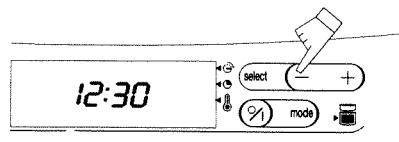

Fig. 2
2. Appuyez sur les touches (fig. 2) pour régler l'heure.